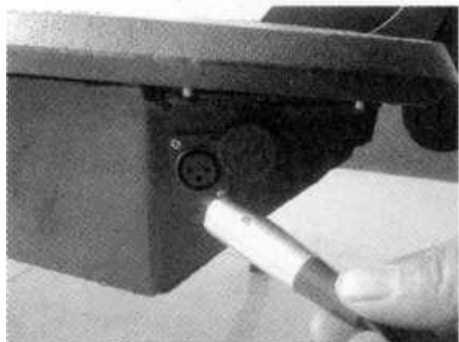
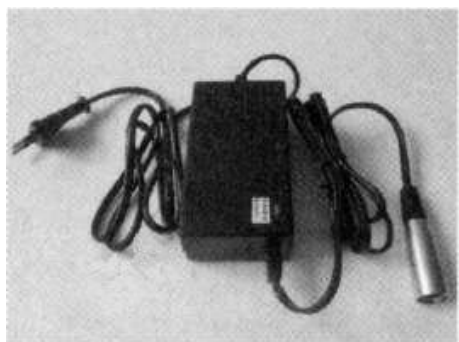

РИС.13
РИС.14
3. Достаньте зарядное устройство аккумулятора (РИС.14). Вставьте трехштырьковый штекер зарядного устройства в зарядный разъем скутера (РИС.13).